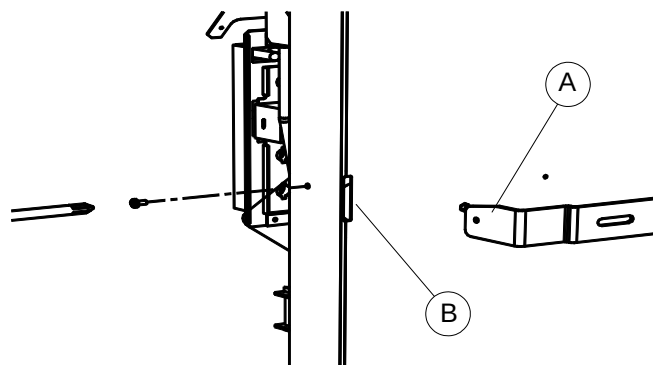

Abbildung 10 – Detail der Aufhängung
12. Setzen Sie die Langlöcher B auf die Enden A der Halterung und drücken Sie den Heizkörper gegen die Wand, so dass er bündig an der Halterung aufliegt (siehe Abbildung 10).
13. Den Heizkörper mit den zwei seitlichen Schrauben an der Halterung festschrauben, siehe Abbildung 10.